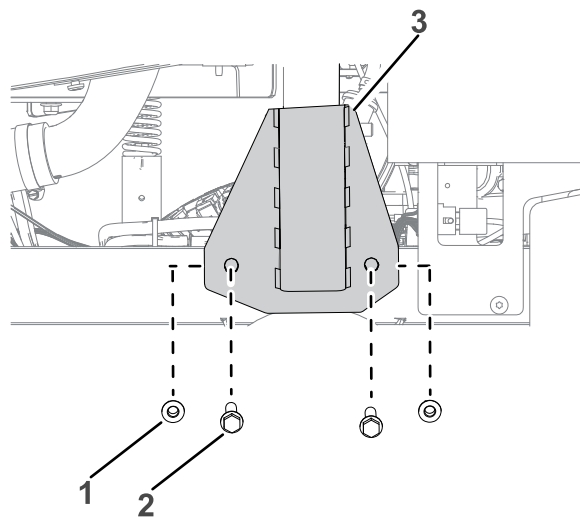

Рисунок 5
1. Установите монтажный кронштейн конструкции ROPS на раму машины выше оси, как показано на Рисунок 5 Повторите эти действия на другой стороне.